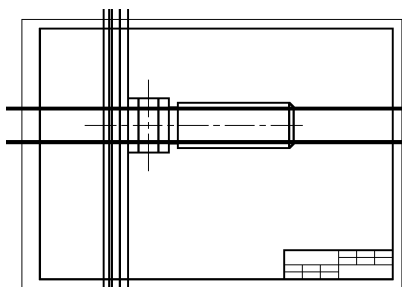

图 11-8 左端“水平”构造线示例
5) 绘制左端图形的构造线。为避免线条过于密集，将左端图形分开来绘制。选择“绘图”面板→“构造线”命令，输入 H，分别输入“17.5”和“19.5”，绘制水平构造线，结果如图 11-8 所示。